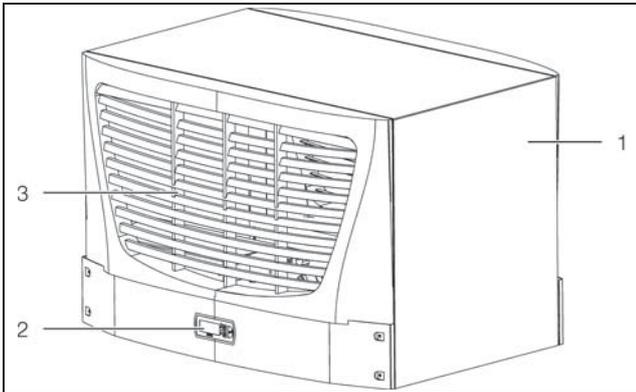
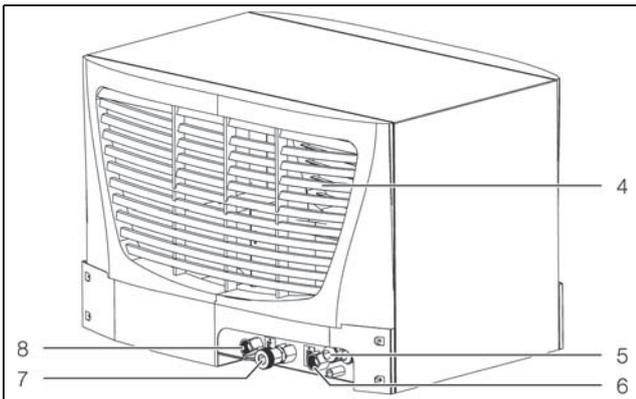

Fig. 1 : Vue de face (3318.600, 3318.610, 3319.600, 3319.610)
Fig. 2 : Vue arrière (3318.600, 3318.610, 3319.600, 3319.610)
Embout de vidange de la cuve (fig. 2, pos. 7) uniquement pour les modèles 3318.600 et 3319.600
#### Légende pour fig. 1 et fig. 2